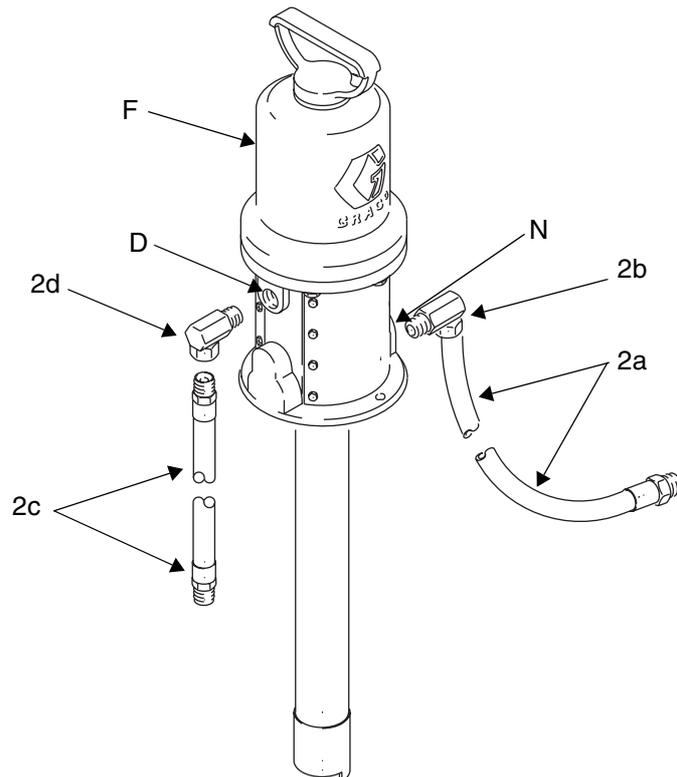
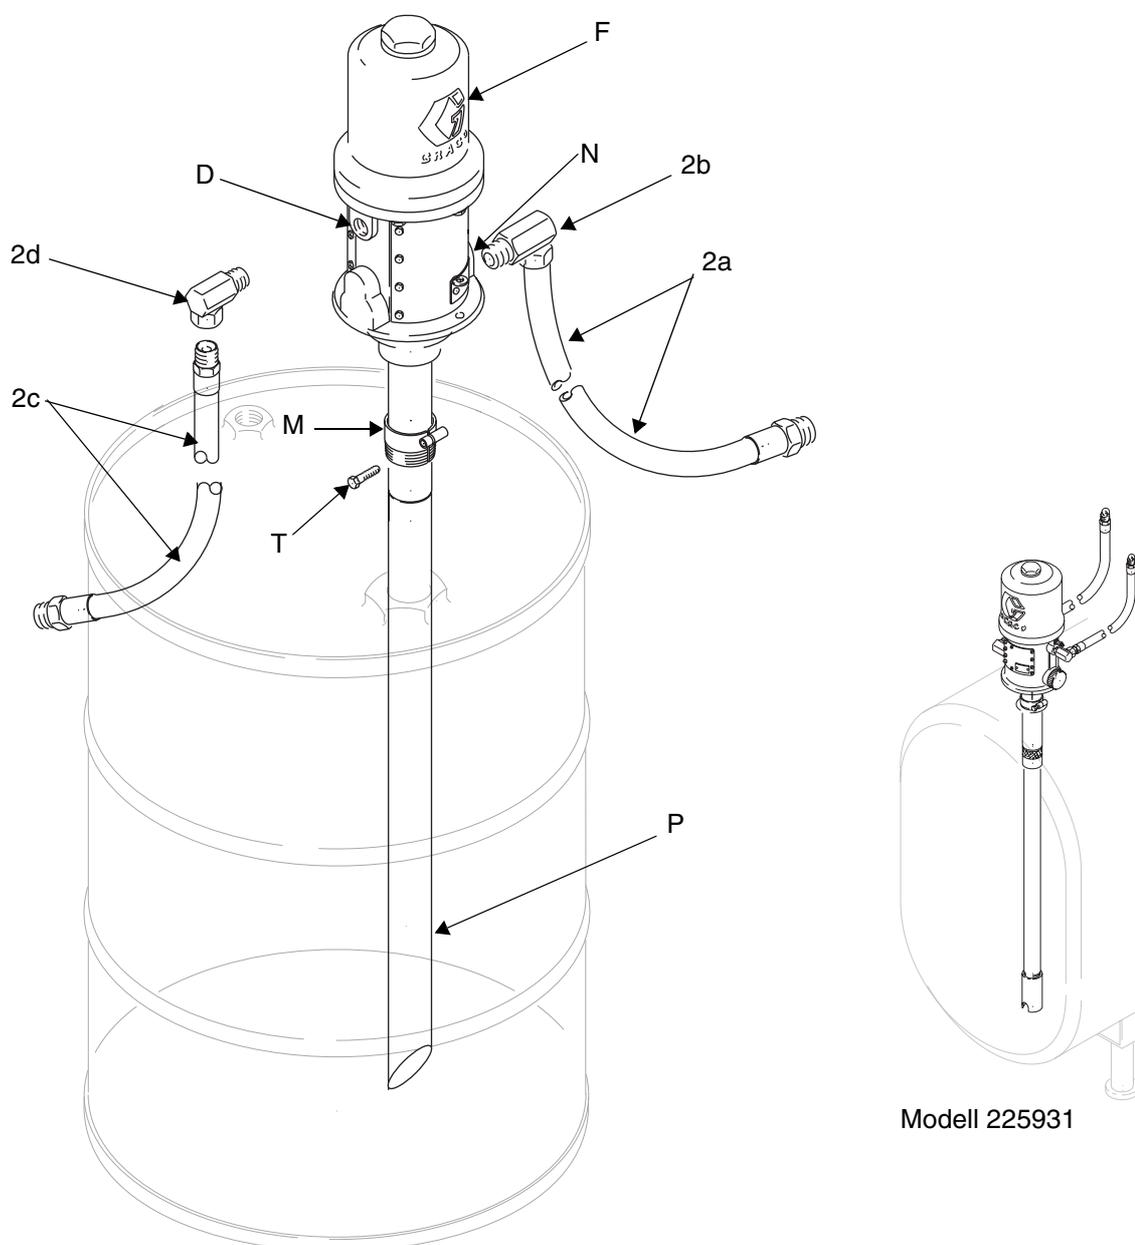

ABB. 3
ABB. 7
Die zur Kennzeichnung der Komponenten in ABB. 1 verwendeten Buchstaben werden auch in den Installationszeichnungen ABB. 3 bis ABB. 7 verwendet. Nach Bedarf werden in den Zeichnungen zusätzliche Buchstaben benutzt.
1. Den Spundlochadapter (M) in das Spundloch des Fasses schrauben. Siehe ABB. 7.
2. Bei 246907 die Verlängerungsleitung (P) in einem Winkel von 45° auf eine für die Größe des Fasses passende Länge zuschneiden. Nach der Installation sollte die Unterseite des Winkelstücks einen Abstand von ca. 25 mm zur Fassunterseite haben. Für 224640 und 225931 hat die Abwärtsleitung die passende Größe für den Behälter.
3. Die Schraube (T) des Spundlochadapters festziehen, um die Pumpe an ihrer Position zu halten.
4. Gewindedichtmittel auf das Außengewinde der 3/8-NPT-Schottverschraubung (2d) geben. Die Schottverschraubung in den Pumpenlufteingang (D) schrauben.
5. Gewindedichtmittel auf das Außengewinde der 1/2-NPT-Schottverschraubung (2d) geben. Die Schottverschraubung in den Pumpenmaterialeingang (D) schrauben.